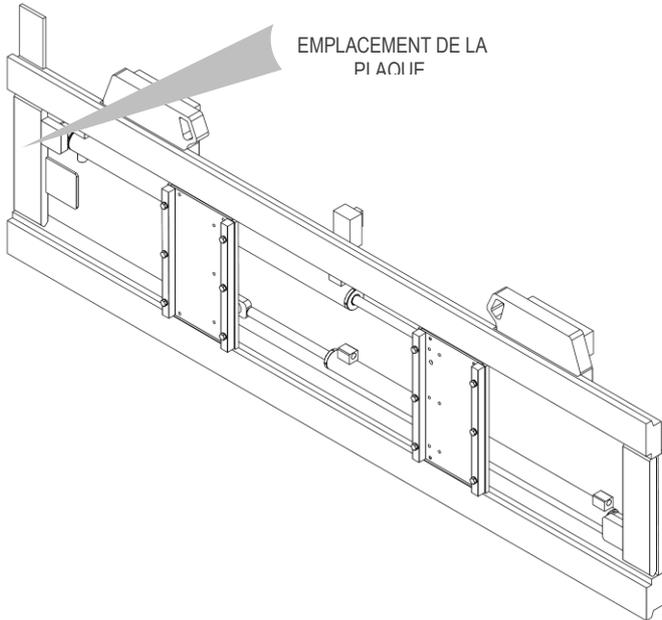
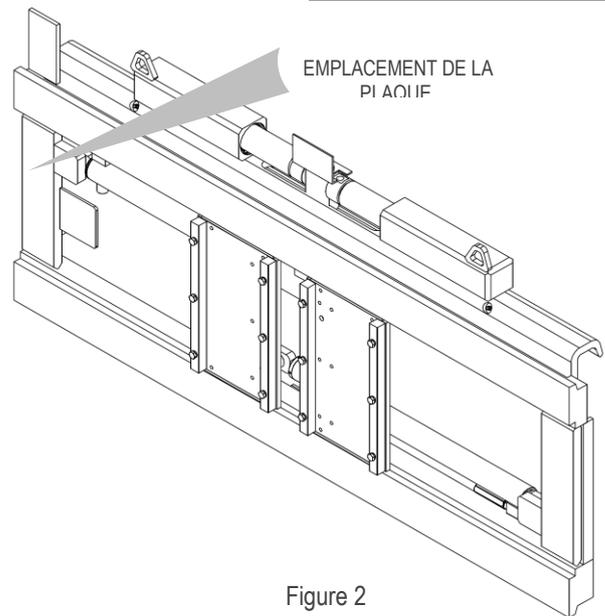

Figure 1
Figure 2
Tous les équipements A.T.I.B. – POSITIONNEUR FOURCHES TYPE 675 | 676 sont identifiés par une plaque signalétique adhésive (voir *Tableau 1*) positionnée sur l'équipement (voir *Figure 1 et Figure 2*) ; toujours se référer au numéro de série.
5. Des courroies ou des chaînes de dimensions appropriées doivent être utilisées pour la manutention en fonction du poids de l'équipement indiqué sur la plaque signalétique (voir *Figure 1* et *Tableau 1* en p.6).
10. Raccorder le circuit hydraulique en s'assurant que la pression de service des tuyaux est supérieure ou égale à la pression indiquée sur la plaque d'identification (voir *Figure 1* et le *Tableau 1* page 6).
6. Des courroies ou des chaînes de dimensions appropriées doivent être utilisées pour la manutention en fonction du poids de l'équipement indiqué sur la plaque signalétique (voir Figure 2 et Tableau 1 en p.6).